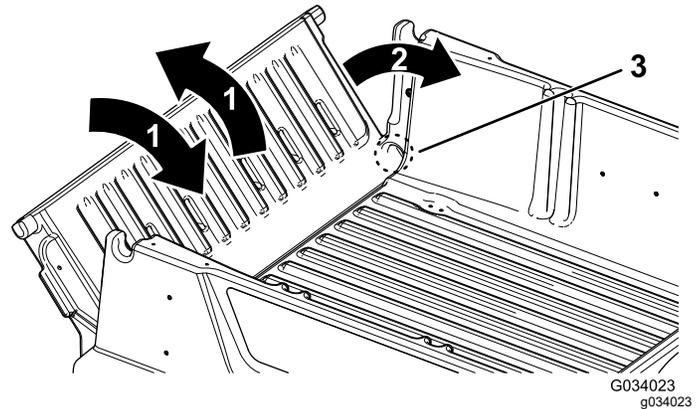

図 18
2. テールゲートを45°程度の角度にする 図 18。
3. この位置から、テールゲートを小刻みに前後に振るよう回数往復させる 図 18。